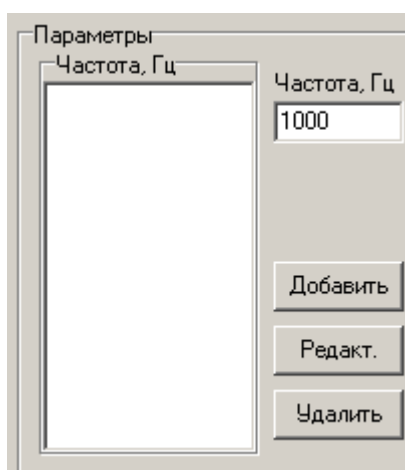

Рисунок 37. Выбор частоты ступени
6.5.2.1 Указать необходимую частоту ступени в поле ввода «Частота, Гц» (см. рисунок 37).